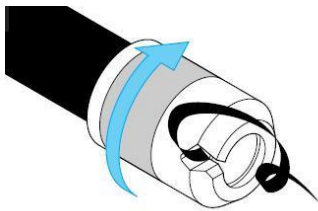

Bild 1
1. Rohr mit Anfrähhülse von Hawle Nr. 6000 oder mit gleichwertigem Produkt anschrägen (siehe Bild 1)